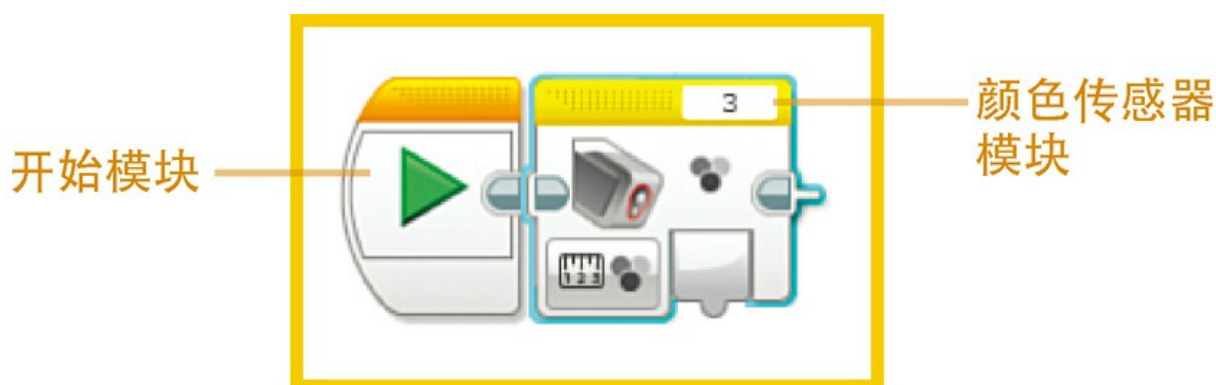

图7.15 将颜色传感器模块拖动到编程画布上
3. 将颜色传感器模块拖动到编程画布上开始模块的后面，如图7.15所示。